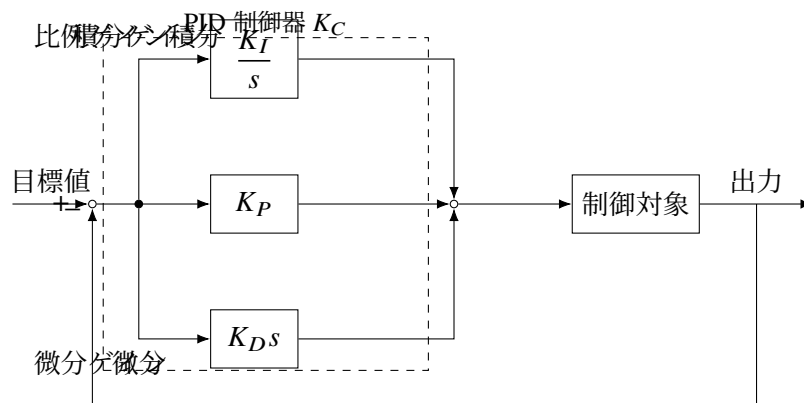

図 1 PID 制御のブロック図 (第 1 形式：並列型)
PID 制御における操作量 $u(t)$ と偏差 $e(t)$ の関係は式 (1) のようになる。また、式 (1) の伝達関数は式 (2) となり、伝達関数のブロック図は図 1 となる。ここで K_P は比例ゲイン、 K_I は積分ゲイン、 K_D は微分ゲイン、 T_I は積分時間、 T_D は微分時間となる。